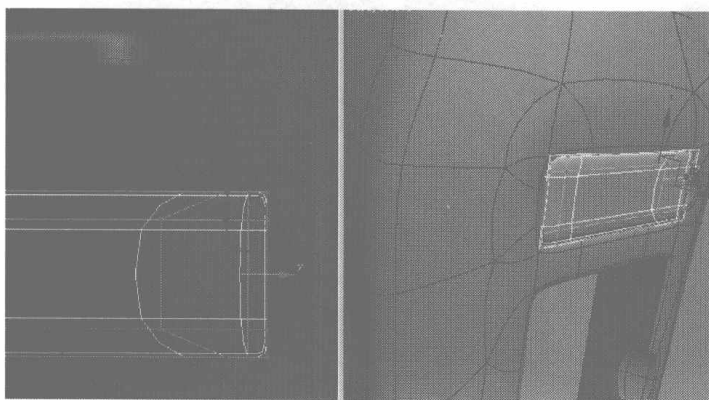
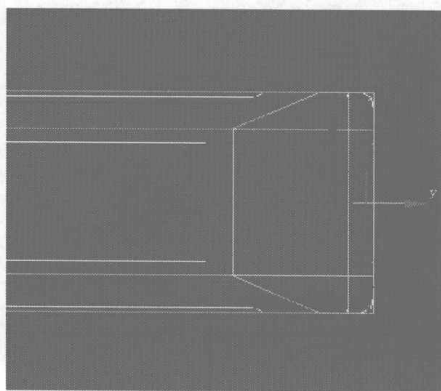
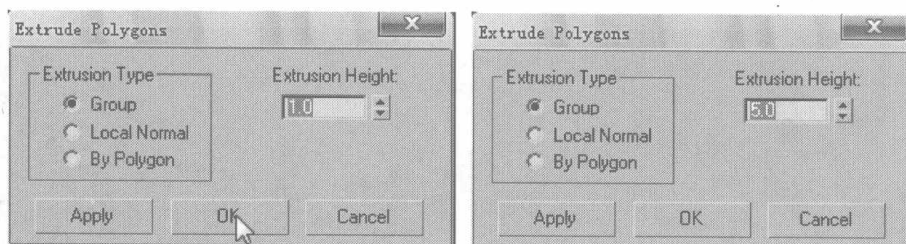

图 6.346
图 6.347
图 6.348
- 13** 切换为面编辑, 将镶嵌在机身内的 Box 底面删除, 并再调整节点, 如图 6.346 所示, 然后选择如图 6.347 所示的面, 在 Edit Polygons 卷展栏中单击 **Extrude** 右侧的小按钮, 在弹出的对话框中设置挤压参数, 如图 6.348 所示, 并将此面删除。